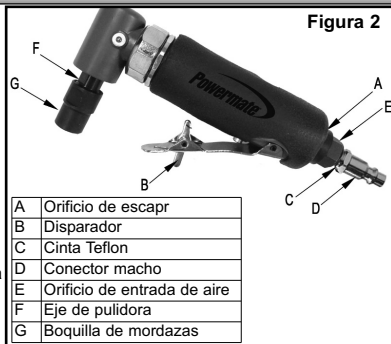

Figura 2
- Instale un conector macho NPT de 1/4" en el orificio de entrada de aire de la herramienta (ver Figura 2). **Nota: Utilice cinta Teflon® en todas las conexiones de rosca.**